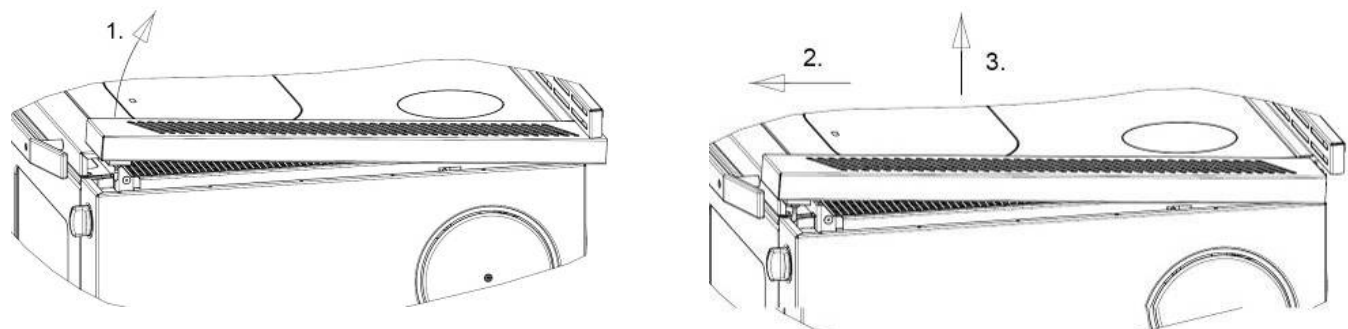

Fig. 5
1. inoxydable caillebotis en acier, de levage (Figure 5)